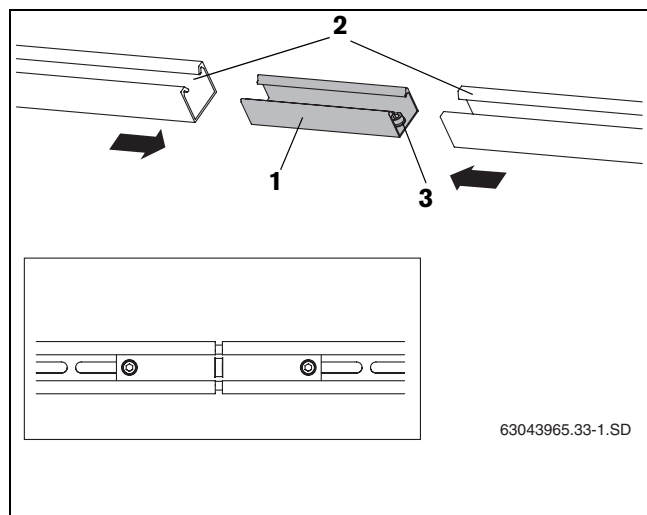

Fig. 28 Unión de los perfiles guía
- Deslice la pieza de unión (Fig. 28, [1]) hasta el tope en ambos perfiles guía (Fig. 28, [2]).
- Para enclavarlos, apretar ambos tornillos de sujeción M10 (Fig. 28, [3]) en la pieza de unión con la llave de tamaño 5.